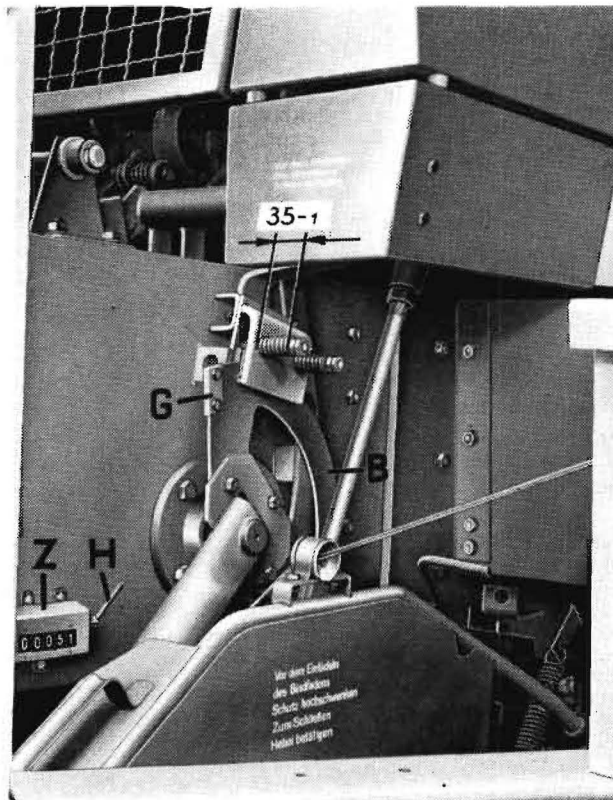

Bild 13
Der Ballenzähler ist rechtsseitig am Preßkanal anzubauen (Bild 13). Der Gummischlag (G) ist am Bremssegment (B) der Nadelschwinge zu befestigen. Der Hebel (H) des Ballenzählers (Z) ist so einzustellen, daß bei vorderer Nadelschwingeinstellung (Nadeln befinden sich in der oberen Totlage) der Hebel durch das Bremssegment (B) soweit heruntergedrückt wird, daß ein Weiterzählen erfolgt.